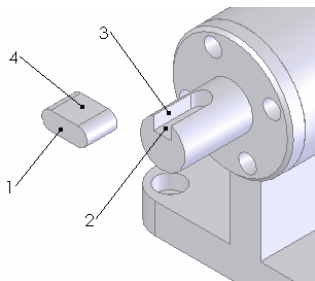
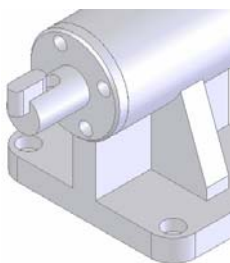

图 12-14 插入键后的视图
图 12-15 重合配合后的视图
⑫ 插入键零件。选择菜单栏中的“插入”→“零部件”→“现有零件/装配体”命令，插入键。具体步骤可以参考上面的介绍，将键插入到图中合适的位置，结果如图 12-14 所示。
⑬ 添加配合关系。选择菜单栏中的“插入”→“配合”命令，将图 12-14 中的面 1 和面 2、面 3 和面 4 添加为“重合”几何关系，结果如图 12-15 所示。